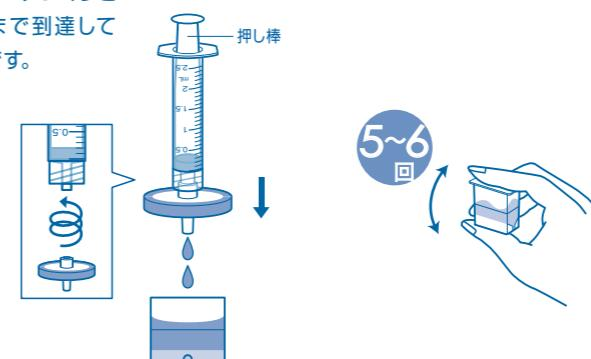

図10
- ⑩⑨の2.5mLシリジンに⑥のフィルターを取りつけ、液を1滴ずつゆっくりと押し出し、全量を専用カップに回収します。(図10)